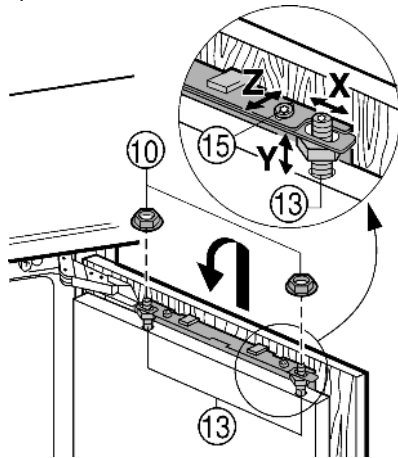

Fig. 18
- ▶ Навесьте мебельную дверцу на регулировочные болты Fig. 18 (13) и контргайки Fig. 18 (10) накрутите на регулировочные болты, не затягивая.
- ▶ Выравнивание мебельной двери по высоте Y и боковому наклону: с помощью отвертки установите положение регулировочными болтами Fig. 18 (13).
- ▶ Затяните контргайки Fig. 18 (10).